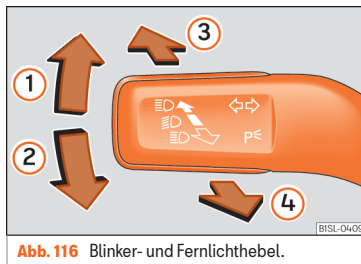

Abb. 116 Blinker- und Fernlichthebel.
- Drücken Sie den Blinker- und Fernlichthebel aus der Ausgangsstellung nach vorne »» **Abb. 116** ③. Wenn die Kontrollleuchte ≡Ⓐ am Bildschirm des Kombi-Instruments aufleuchtet, ist der Fernlichtassistent eingeschaltet.
- **ODER:** Ziehen Sie bei eingeschaltetem Fernlicht den Blinker- und Fernlichthebel nach hinten »» **Abb. 116** ④.